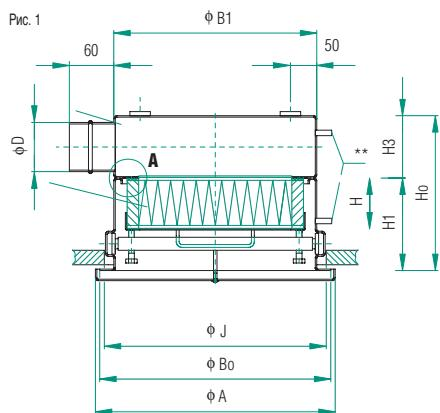

Рис. 1
- с подключением сбоку круглого воздуховода (AFV-8 RS) (рис.1, таблица 1)